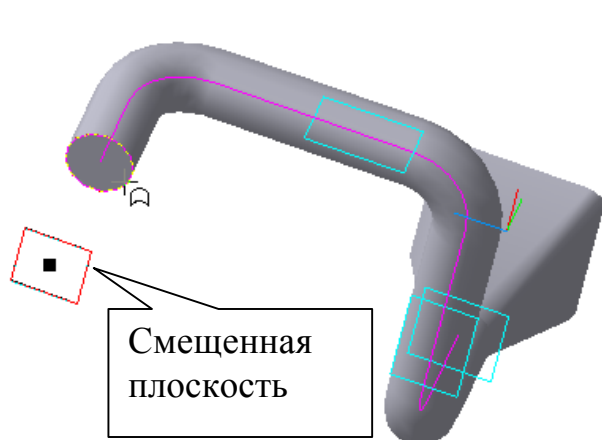

Рис. 29
4. Выполните последний элемент детали, используя операцию **Приклеить по сечениям** . Эскиз 9 – окружность  $\varnothing 40$  (спроецировать грань), эскиз 10 расположен на смещенной плоскости, удаленной от плоскости последнего цилиндрического элемента на 100 мм, рис. 29, и представляет